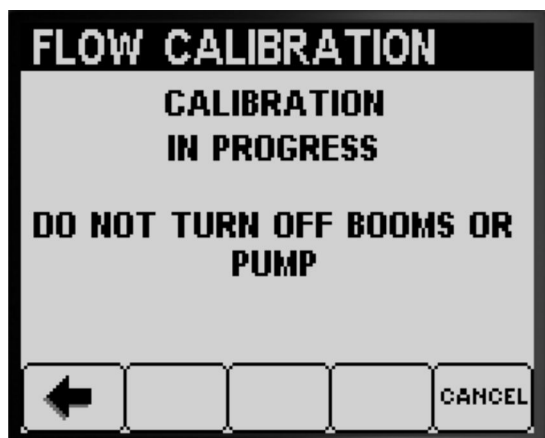

Figura 54
**Nota:** O InfoCenter mostra o ecrã Calibração em curso ( Figura 54).